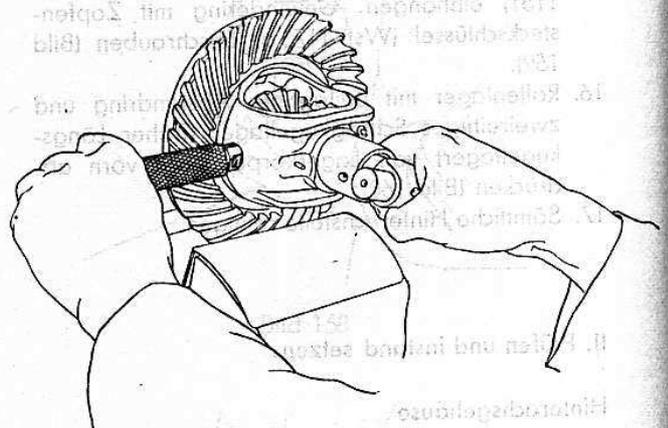

Bild 164
2. Kleine Kegelräder nacheinander zwischen die großen Kegelräder setzen und drehen, bis Prüfdorn eingeführt werden kann (Bild 164).